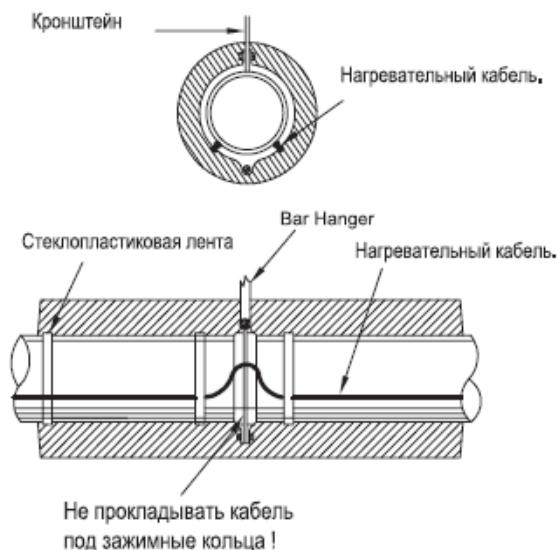

Рис. 6
- **кронштейн крепления, фланец.** Увеличивает потери тепла, поэтому рядом с ним необходимо сделать петлю из кабеля (рис. 6,7,8).